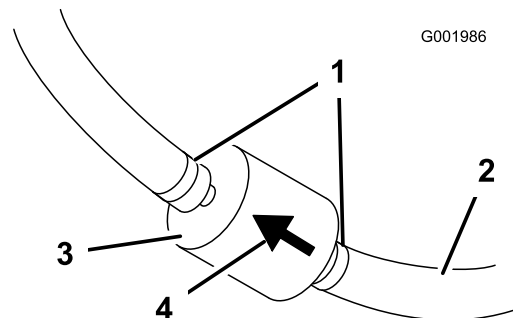

Bild 55
5. Drücken Sie die Enden der Schlauchklemmen zusammen und schieben Sie sie vom Filter weg (Bild 55).